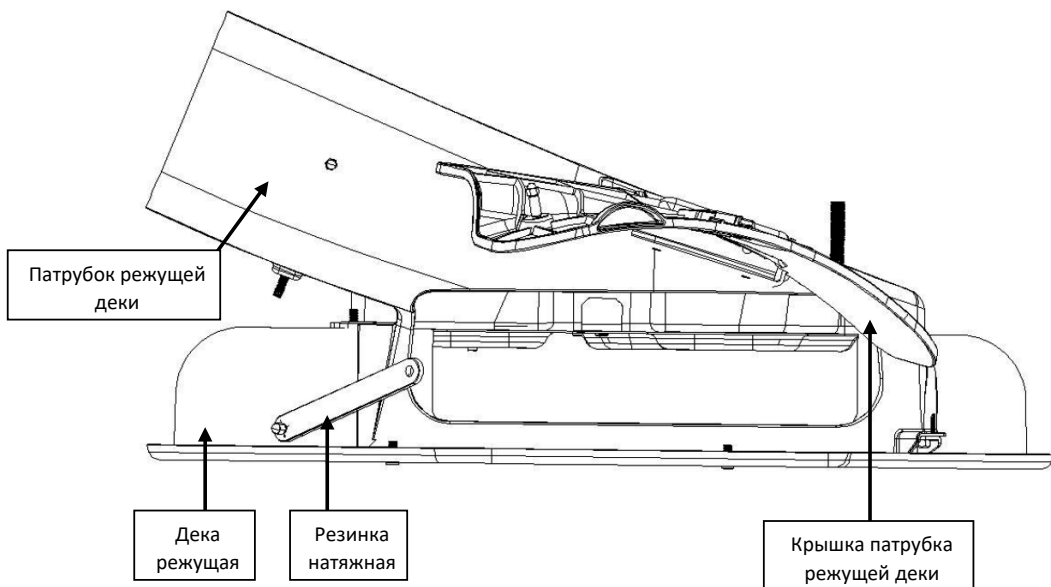

Рис. 12
1. Отсоедините натяжную резинку от крышки патрубка режущей деки (рис. 12)